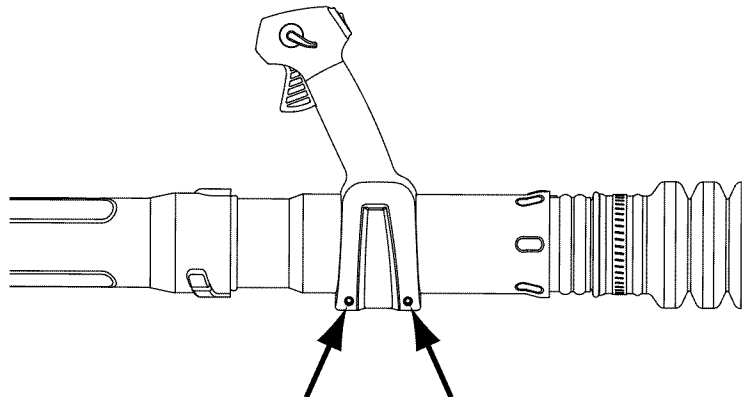

Fig. 8
2. Utilizando un destornillador Torx T-20, apriete los dos tornillos que están en la parte inferior del mango de control del regulador (Fig. 8).